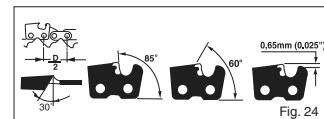
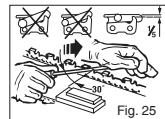

Fig. 24
Fig. 25
-3/8" Lav Profil X .050". Slibning af kæden: Lyden af kæden (fig. 24) er:
Slib kæden med med en rund fil 3/16 fil (4.8mm) Slib altid tænderne med en udad bevægelse (fig. 25) med opmærksomhed på de i fig. 24 givne værdier.